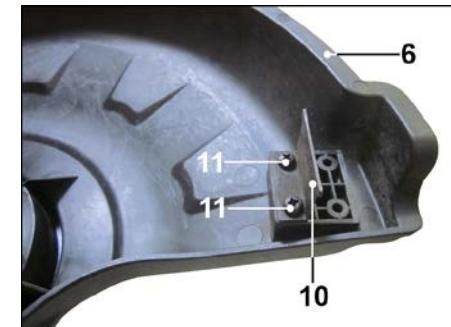

Рисунок 4.
6.2. Установка ножа для обрезки лески (Рисунок 4)